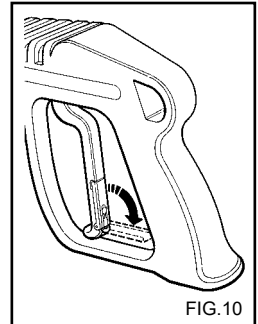

FIG. 10
- Quand le nettoyeur haute pression n'est pas utilisé, fermer le dispositif de sécurité de la poignée.(fig.10)